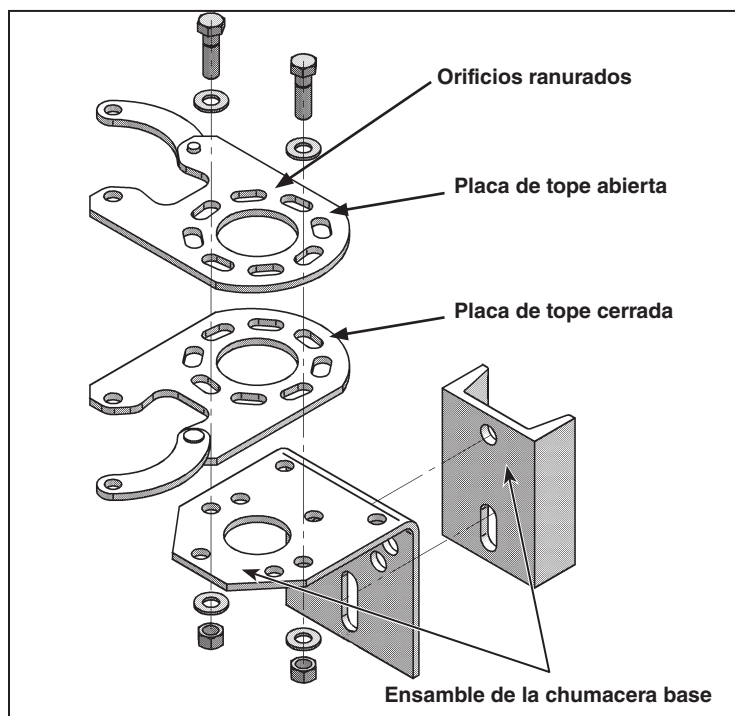

Figura 32. Vista despiezada de las placas de tope y el ensamblaje de la chumacera base.
**PASO 28.** Los orificios de la placa de tope están ranurados para permitir que haya espacio para el ajuste. Afloje los tornillos que sujetan las placas de tope ajustables a la placa de soporte de la chumacera base. Vea la Figura 32. Coloque el interruptor en la posición de apertura total y ajuste la placa de tope de la posición de apertura total de tal forma que al bajar la palanca entre a la ranura de la posición de apertura. Marque la ubicación de la placa de tope de la posición de apertura en la placa de soporte.
- Afloje la tornillería que asegura la placa de tope cerrada. Vea la Figura 32.